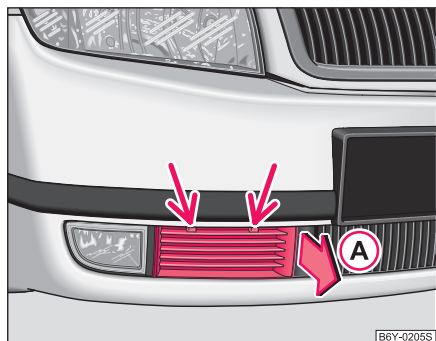

Fig. 148 Amortizor față:
- Introduceți șurubelnița prin găurile grilajului de protecție ⇒ Fig. 148 și apăsați în jos, pentru a debloca siguranța grilajului. Cu o mână apucați marginea grilajului (în direcția săgeții (A)) și trageți puțin grilajul.